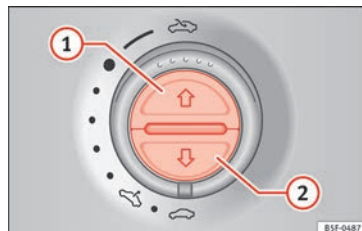

Bild 137 På det inre takfodret: knappar för soljalusierna
Öppna komplett (automatisk funktion)	Tryck snabbt på knappen » bild 137 ①.
- Reglaget ska vara i "stängt läge" »  sidan 13 **①**.
- *Glidande panoramasoltak:* Inom fem sekunder efter att klämskyddsfunktionen har aktiverats drar du reglaget hela vägen tillbaka »  sidan 13 (pilen **⑤**) tills soltaket stängs helt.
- *Soljalusier:* Inom fem sekunder efter att klämskyddsfunktionen har aktiverats trycker du på knappen » **bild 137 ②** tills solskyddet stängs helt.